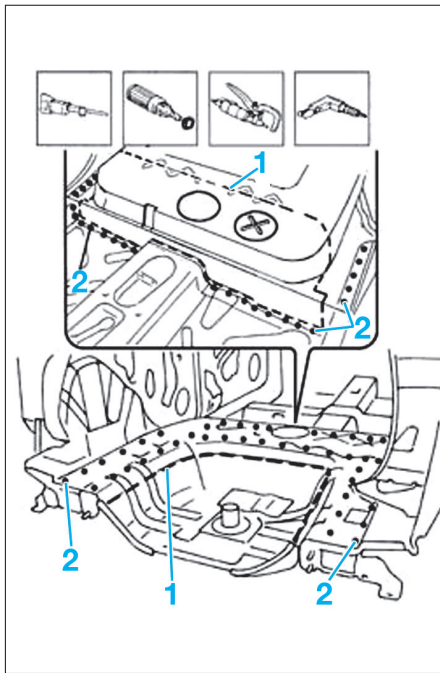

FIG. 31
- Découper et dépointer en zone (1) et (2) (Fig.31).